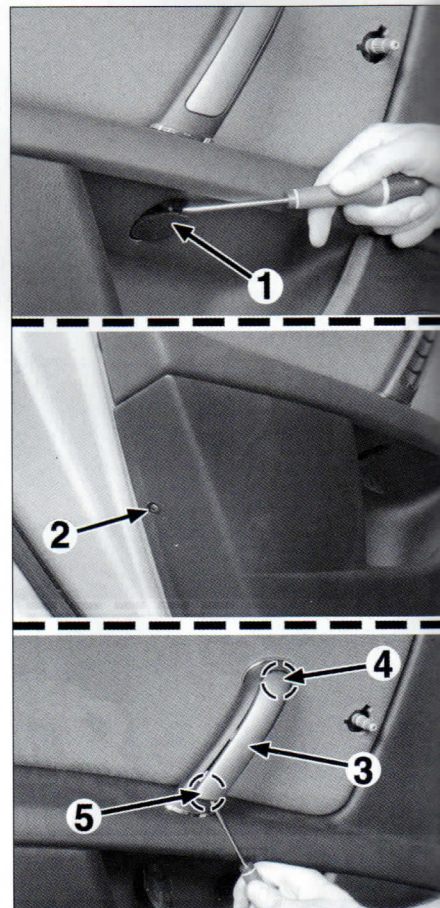

FIG. 30
Desengrapar el tapón del tornillo de fijación (1) y desmontar el tornillo de fijación (**fig. 30**).